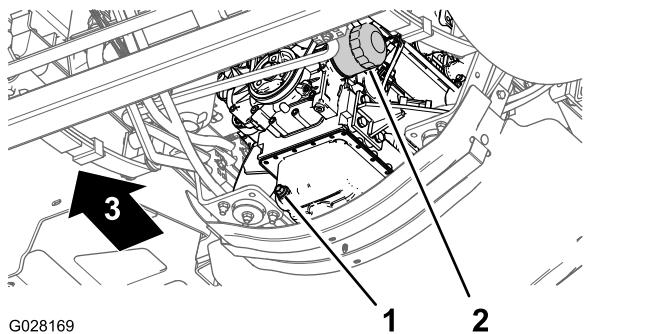

図 51
- エンジンオイルフィルタの下にオイルを受ける容器をおく図 51。
- 古いオイルフィルタ図 51を外す。
- アダプタにフィルタを取り付け、ガスケットがアダプタに当たるまでフィルタを右に回し、そこから更に $\frac{1}{2}$ 回転増し締めする図 51。
- ドレンプラグの下に、容量5.6リットル以上の大きなオイル受け容器をおく図 51。
- ドレンプラグ 図 51を外して排出されるオイルを回収する。